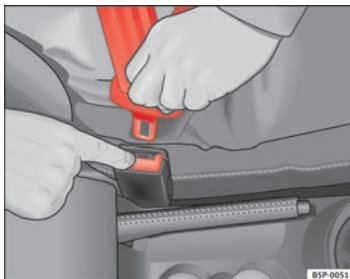

Abb. 16 Lösen der Schlosszunge vom Gurtschloss
- Drücken Sie die rote Taste im Gurtschloss ⇒ Abb. 16. Die Schlosszunge springt heraus ⇒ ⚠.